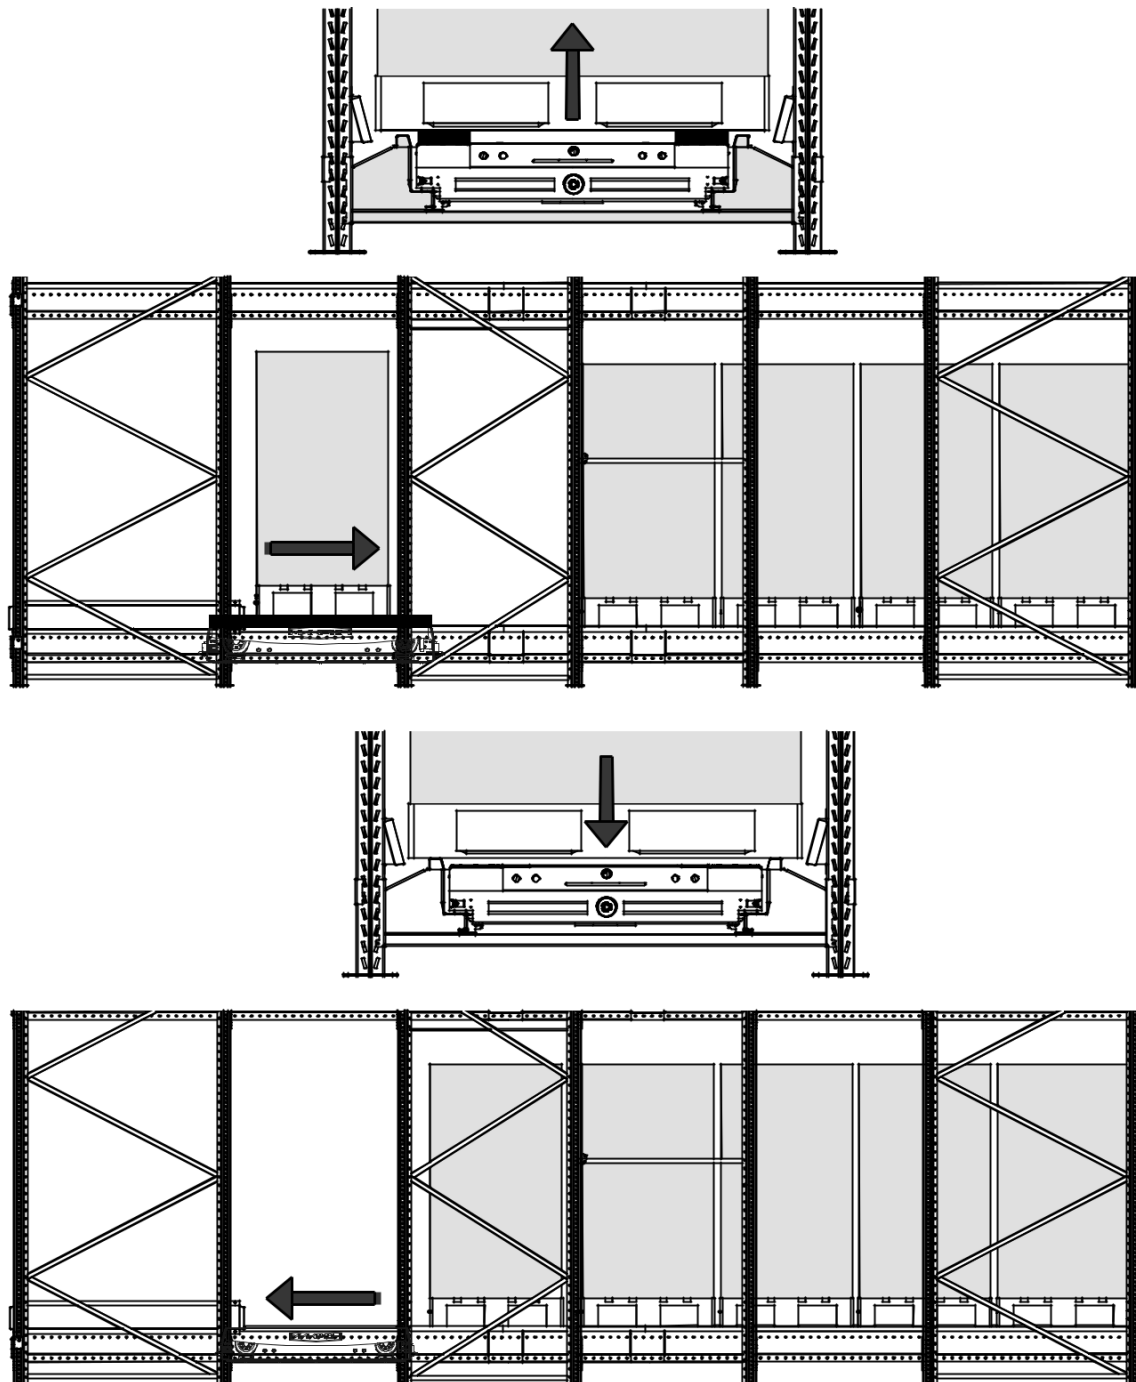

Рисунок 17 - Процесс загрузки шаттлового стеллажа
► Механическая подъемная система шаттла поднимает паллет с грузом чуть выше яруса и перемещает паллет в заданной свободной позиции канала, шаттл опускает паллет на ярус и возвращается в начало канала для следующей загрузки; берет следующий паллет, поданный погрузчиком в канал и т.д. (рис. 17).